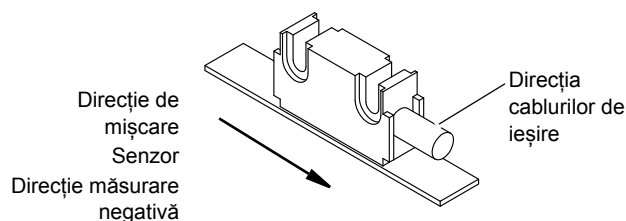
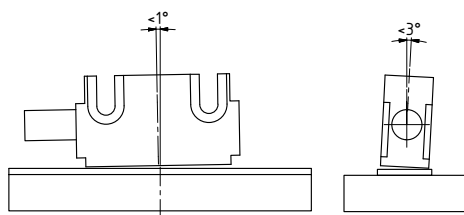

Fig. 5-5: Definirea direcției de măsurare
Fig. 5-7: Eroare maximă de aliniere
- Senzorul nu a fost ajustat corespunzător ☞ Fig.5-5: și ☞ Fig.5-7:.